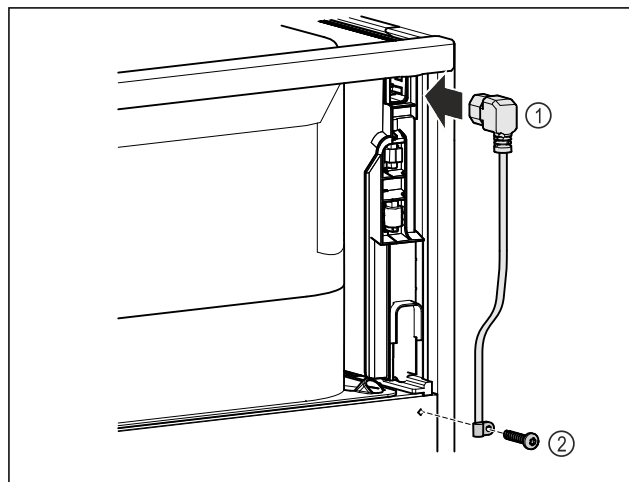

Fig. 50
- Vtičnica hladilne naprave napeljave omrežnega priključka Fig. 50 (1) na zadnji strani naprave.
- Namestite element za sproščanje napetosti. Fig. 50 (2)